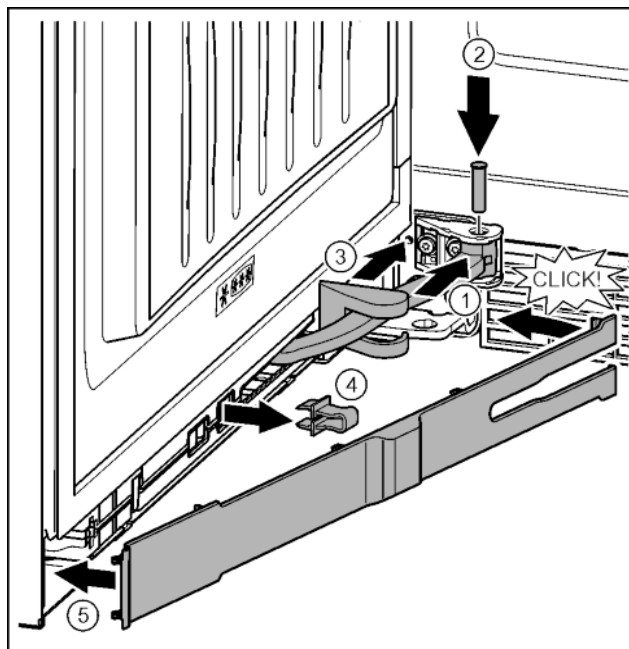

Fig. 39
- ▶ Повернуть шарнир в навеску. Fig. 39 (1)
- ▶ С помощью отвертки T15 вставить палец в навеску и шарнир. При этом следить за тем, чтобы выступ фиксатора занимал правильное положение в пазу. Fig. 39 (2)
- ▶ Переместить крышку опорного кронштейна вдоль шарнира и установить над навеской. Fig. 39 (3)
- ▶ Снять предохранитель. Fig. 39 (4)
- ▶ Установить накладку со стороны ручки и повернуть. Fig. 39 (5)